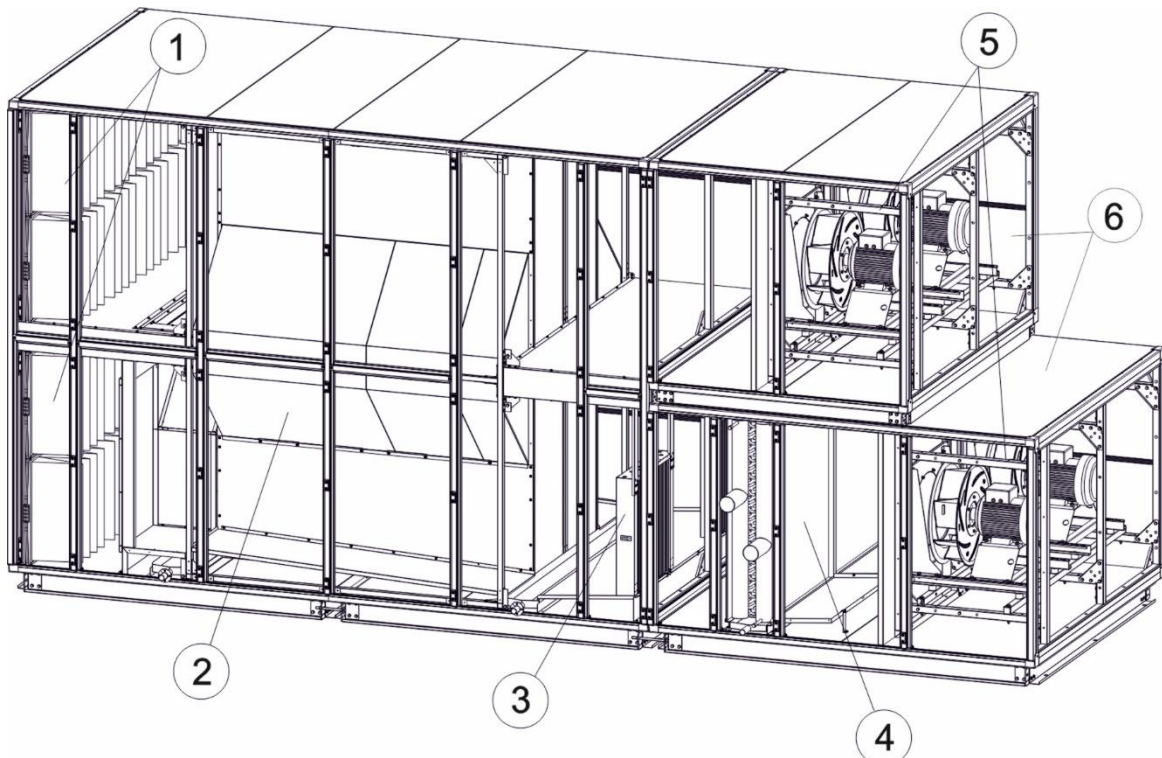

Рисунок 3. Пример приточно-вытяжного агрегата
Большинство конфигураций устройств доступны в левом (LH) и правом (RH) исполнении (рис. 3 и 4). Версия агрегата определяется направлением воздушного потока относительно той стороны агрегата, с которой расположены инспекционные панели. В случае приточно-вытяжных агрегатов версия определяется с помощью направления потока воздуха в приточной части.